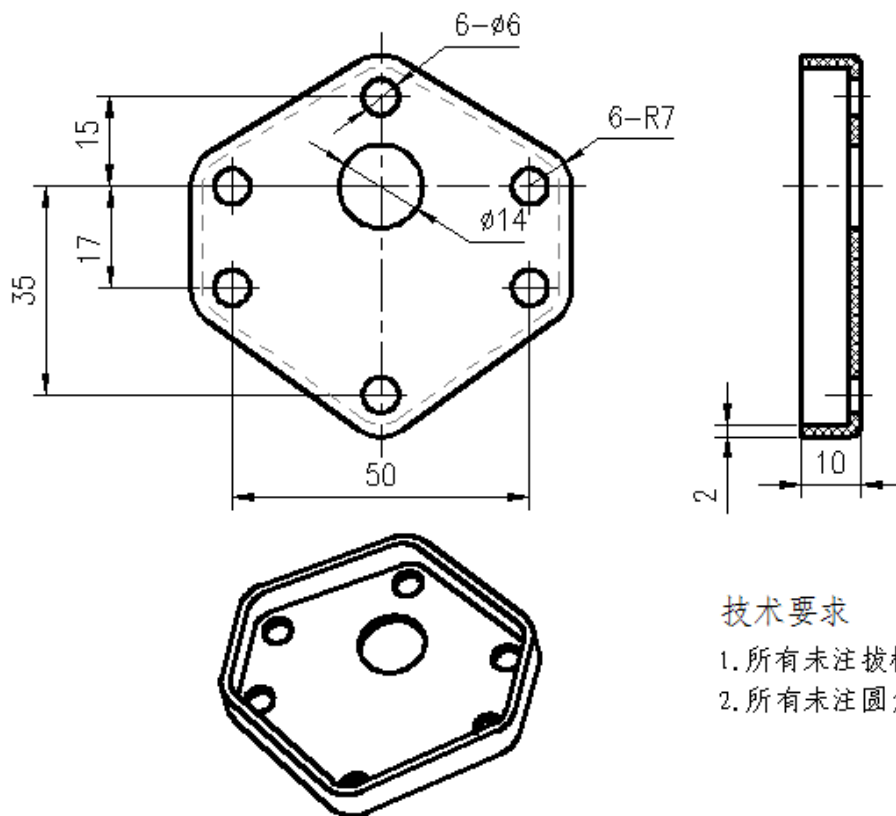

图 2-5 六角形盖
按照图2-5的要求，进行六角形盖塑件造型及注射模具型腔、型芯零件设计。
- (1) 在F盘下建立考生文件夹，文件夹名称为考生准考证号，塑件三维造型及型腔、型芯设计所完成后的文件都存于此文件夹中。
- (2) 根据图2-5对该塑件进行三维造型设计，文件名称为3DSJ。
- (3) 完成该塑件的注射模具型腔、型芯零件设计，一模两穴。
- (4) 分模文件名称为SJFM，型腔（cavity）和型芯(core)。